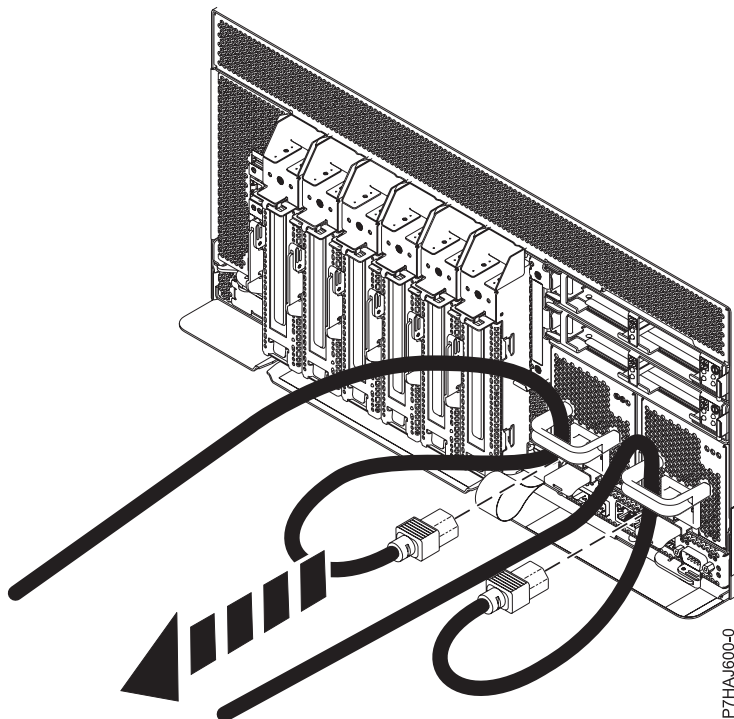

Abbildung 5. Netzkabel abziehen
3. Ziehen Sie die Netzkabel vom System ab wie in Abb. 5 auf Seite 18 dargestellt.